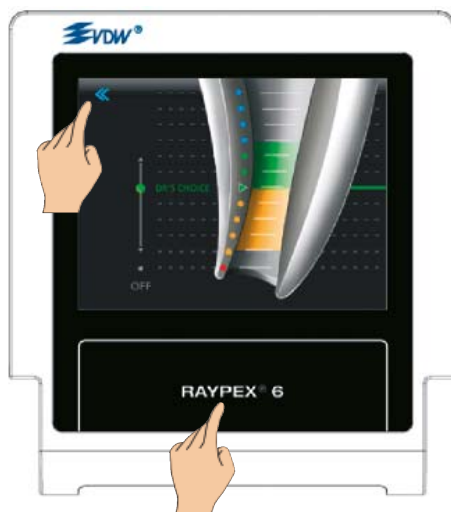

Fig. 26 Sortie de DR'S CHOICE
• Pour sortir du menu DR'S CHOICE, appuyez sur la flèche de retour ou sur l'icône RAYPEX® 6 "Accueil" (Fig. 26).